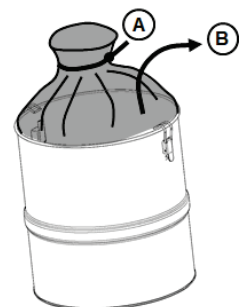
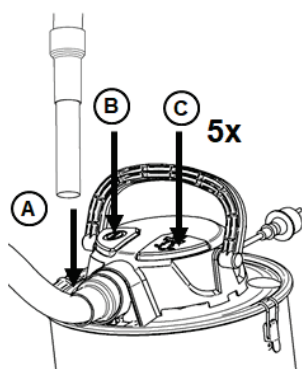

Fig. 8
Fig. 9
La aspiradora está equipada con un sistema de limpieza de filtros ya integrado. El polvo fino y la ceniza pueden obstruir fácilmente el filtro. Para limpiar el filtro y restablecer la potencia de aspiración, proceda como se describe en la Fig. 9. Introduzca la boquilla en el soporte (A) para bloquear la aspiración. Encienda el aparato (B). Espere unos segundos hasta que el motor haya alcanzado su velocidad máxima y que la potencia esté en el nivel más alto. Pulse el botón de limpieza del filtro 5 veces (C).
La potencia de aspiración se reduce:	<ul style="list-style-type: none">- El depósito puede estar lleno y debe vaciarse. Ver fig. 8- Es posible que la manguera y la boquilla estén obstruidas y deban limpiarse.- Es posible que uno de los componentes mencionados esté dañado y deba ser sustituido.- El filtro puede estar obstruido. Utilice el sistema de limpieza del filtro (véase la Fig. 9) para limpiarlo.- Sustituya el filtro o asegúrese de que está instalado correctamente.- La conexión de la manguera está suelta y debe ser apretada.